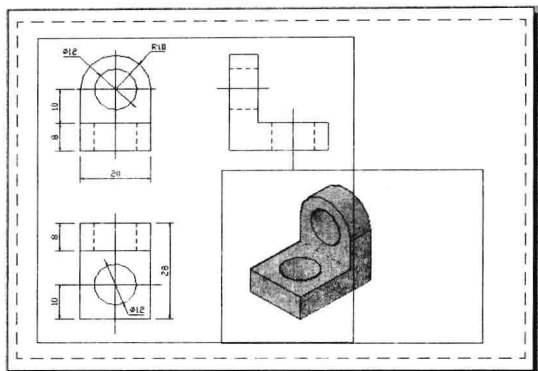

图 10-6-4
(6) 在命令行输入 z, 按 Enter 键, 输入 2xp, 按 Enter 键, 放大至 2 倍显示平面图形。在状态栏中单击“平移”按钮 , 将三视图显示在矩形视口内。单击另一个视口, 用同样的方法放大至 2 倍显示三维模型, 如图 10-6-4 所示。